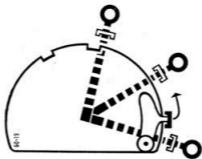

Fig. 13.
5. Återgång till inställt arbetsdjup. (fig. 13)